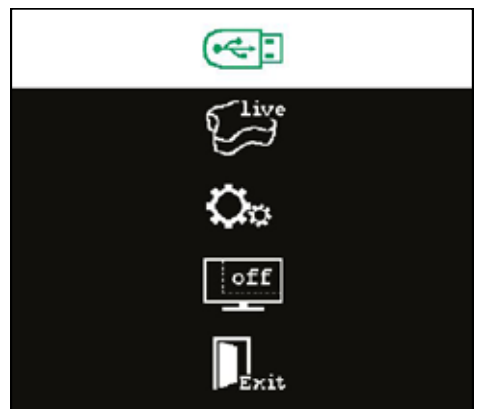
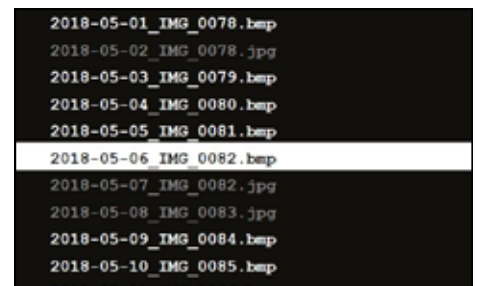

Fig. 20
Fig. 21
- ⇒ Dans le menu principal de l'écran partagé (Fig. 20) ou le sous-menu de l'écran partagé (Fig. 21), sélectionner la clé USB.
- ⇒ Dans le sous-menu de l'écran partagé (Fig. 21), sélectionner l'entrée pour la capture d'écran.